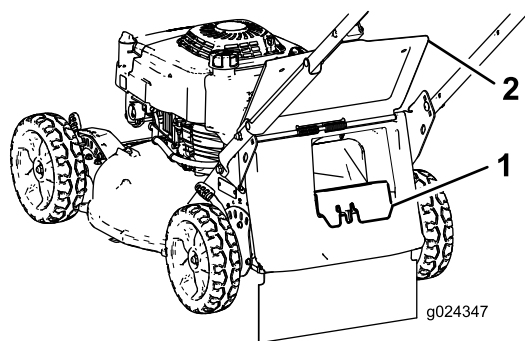

Figura 17
- În cazul în care capacul de evacuare posterioară nu este montat, prindei-l de mâner, ridicai deflectorul din spate i introducei-l în jgheabul de evacuare posterioară până când elementul de fixare se blochează în poziie (Figura 17).
- Îndepărtați capacul evacuării posteriore prin împingerea înăuntru cu degetul a clichetului și îndepărtarea capacului de pe maină (Figura 17).